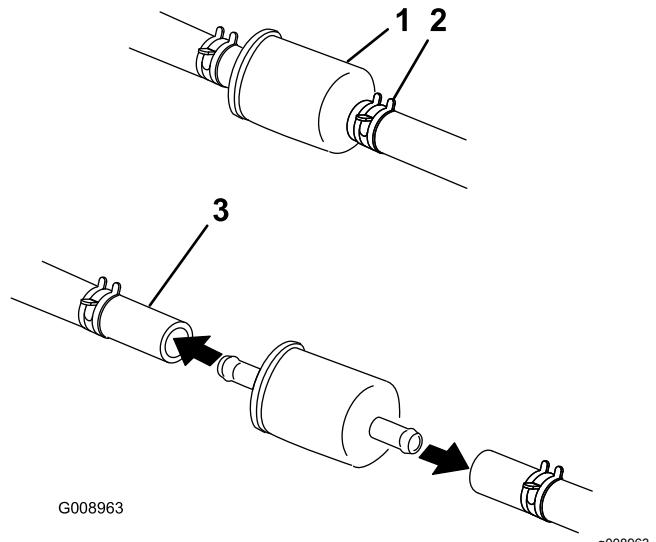

Bild 65
6. Drücken Sie die Enden der Schlauchklemmen zusammen und schieben Sie sie vom Filter weg (Bild 65).
8. Setzen Sie einen neuen Filter ein und schieben Sie die Schlauchklemmen an den Filter heran (Bild 65).